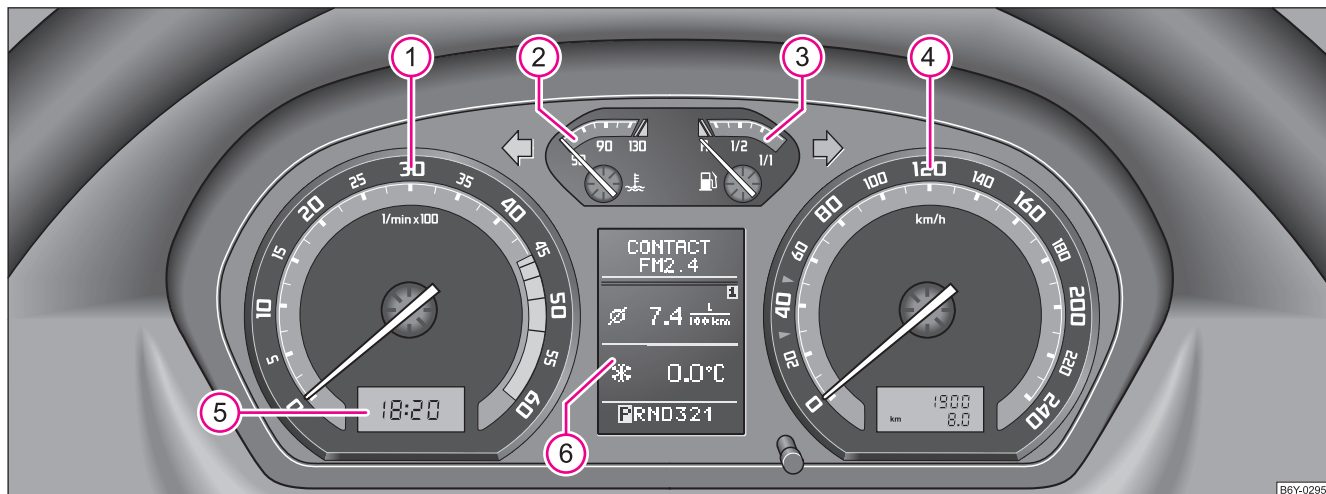

Fig. 2 Tabloul de instrumente
Începutul zonei roșii a turometrului ① ⇒ pagina 13, fig. 2 reprezintă pentru toate treptele de viteză turația maximă admisă a motorului în regim normal de funcționare. Înainte de atingerea acestei zone trebuie să selectați treapta de viteză imediat superioară sau poziția **D** a cutiei de viteze automate.
Indicatorul temperaturii lichidului de răcire ② ⇒ pagina 13, fig. 2 funcționează numai când contactul motor este pus.
Indicatorul rezervei de carburant ③ ⇒ pagina 13, fig. 2 funcționează numai când contactul motor este pus.
Pentru reglarea orei se găsește în partea stângă, lângă vitezo-metru, un buton de reglare ⇒ pagina 13, fig. 2.